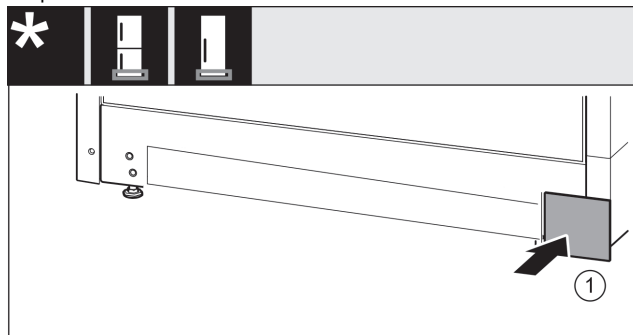

Fig. 33
- ▶ Așezați capacul Fig. 33 (1) din nou pe cealaltă parte.